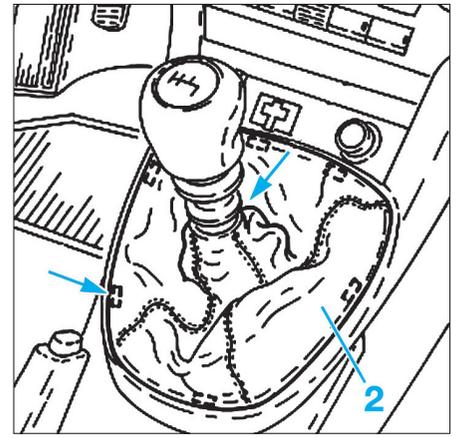

Fig. 24
- le soufflet de levier de vitesses (Fig.24),